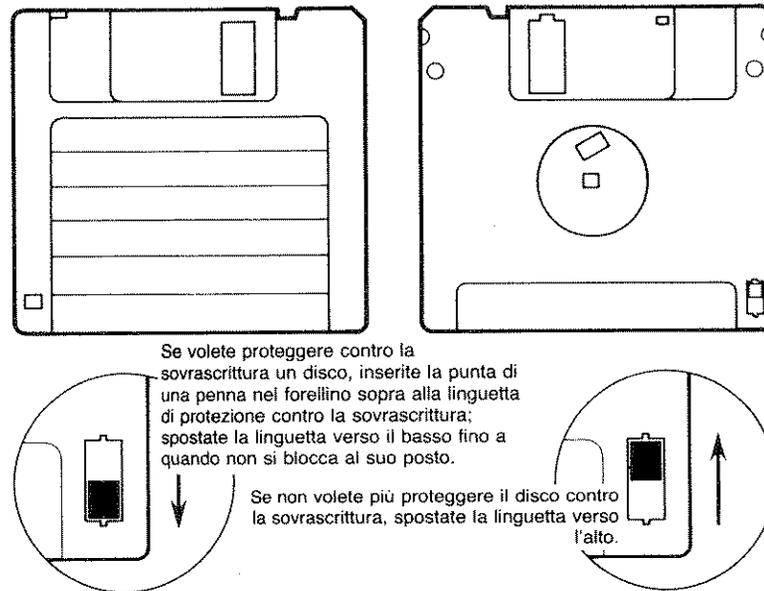
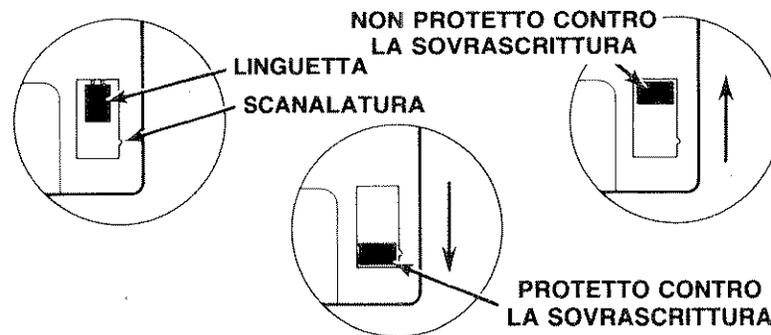

Figura 6: Linguetta di protezione contro la sovrascrittura nell'HP 9122
Figura 7: Linguetta di protezione contro la sovrascrittura nell'HP 9121
- Seguite la figura 6 se volete proteggere contro la sovrascrittura un disco a doppia faccia e la figura 7 se volete proteggere contro la sovrascrittura un disco a faccia singola.